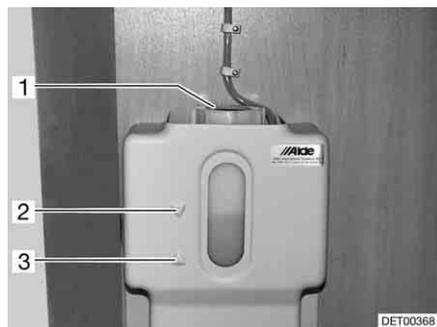

Fig. 161 Vaso d'espansione del riscaldamento ad acqua calda
- Controllare se il livello del liquido nel vaso d'espansione (Fig. 161) è tra la riga del "MIN" (Fig. 161,3) e del "MAX" (Fig. 161,2).
- Aprire il coperchio (Fig. 161,1) del vaso di espansione.